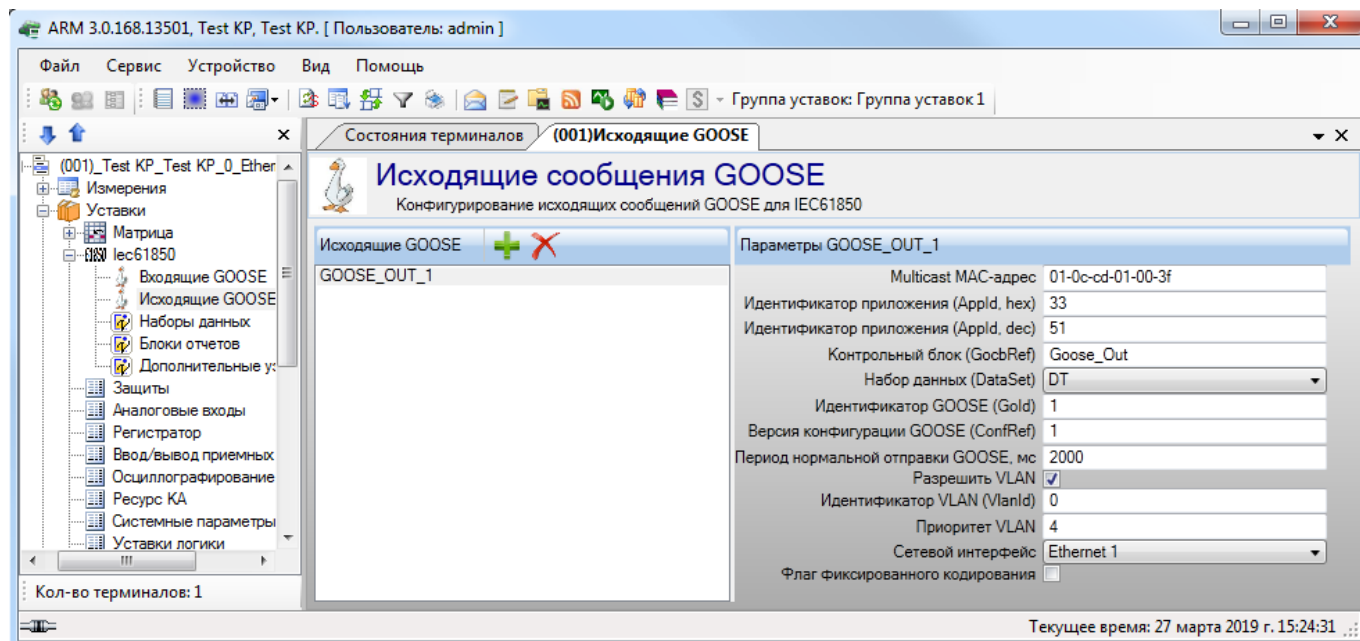

Рисунок 7.9
- б) в разделе IEC61850 → Исходящие GOOSE задать параметры передаваемых GOOSE сообщений (см. рисунок 7.9).